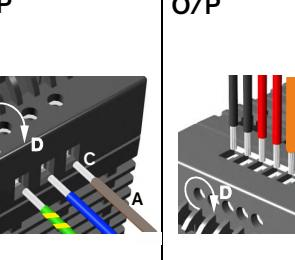

Fig.3
- Все входные и выходные провода должны быть надлежащим образом рассчитаны на работу с блоком питания и должны быть подключены с соблюдением правильной полярности. Fig.3